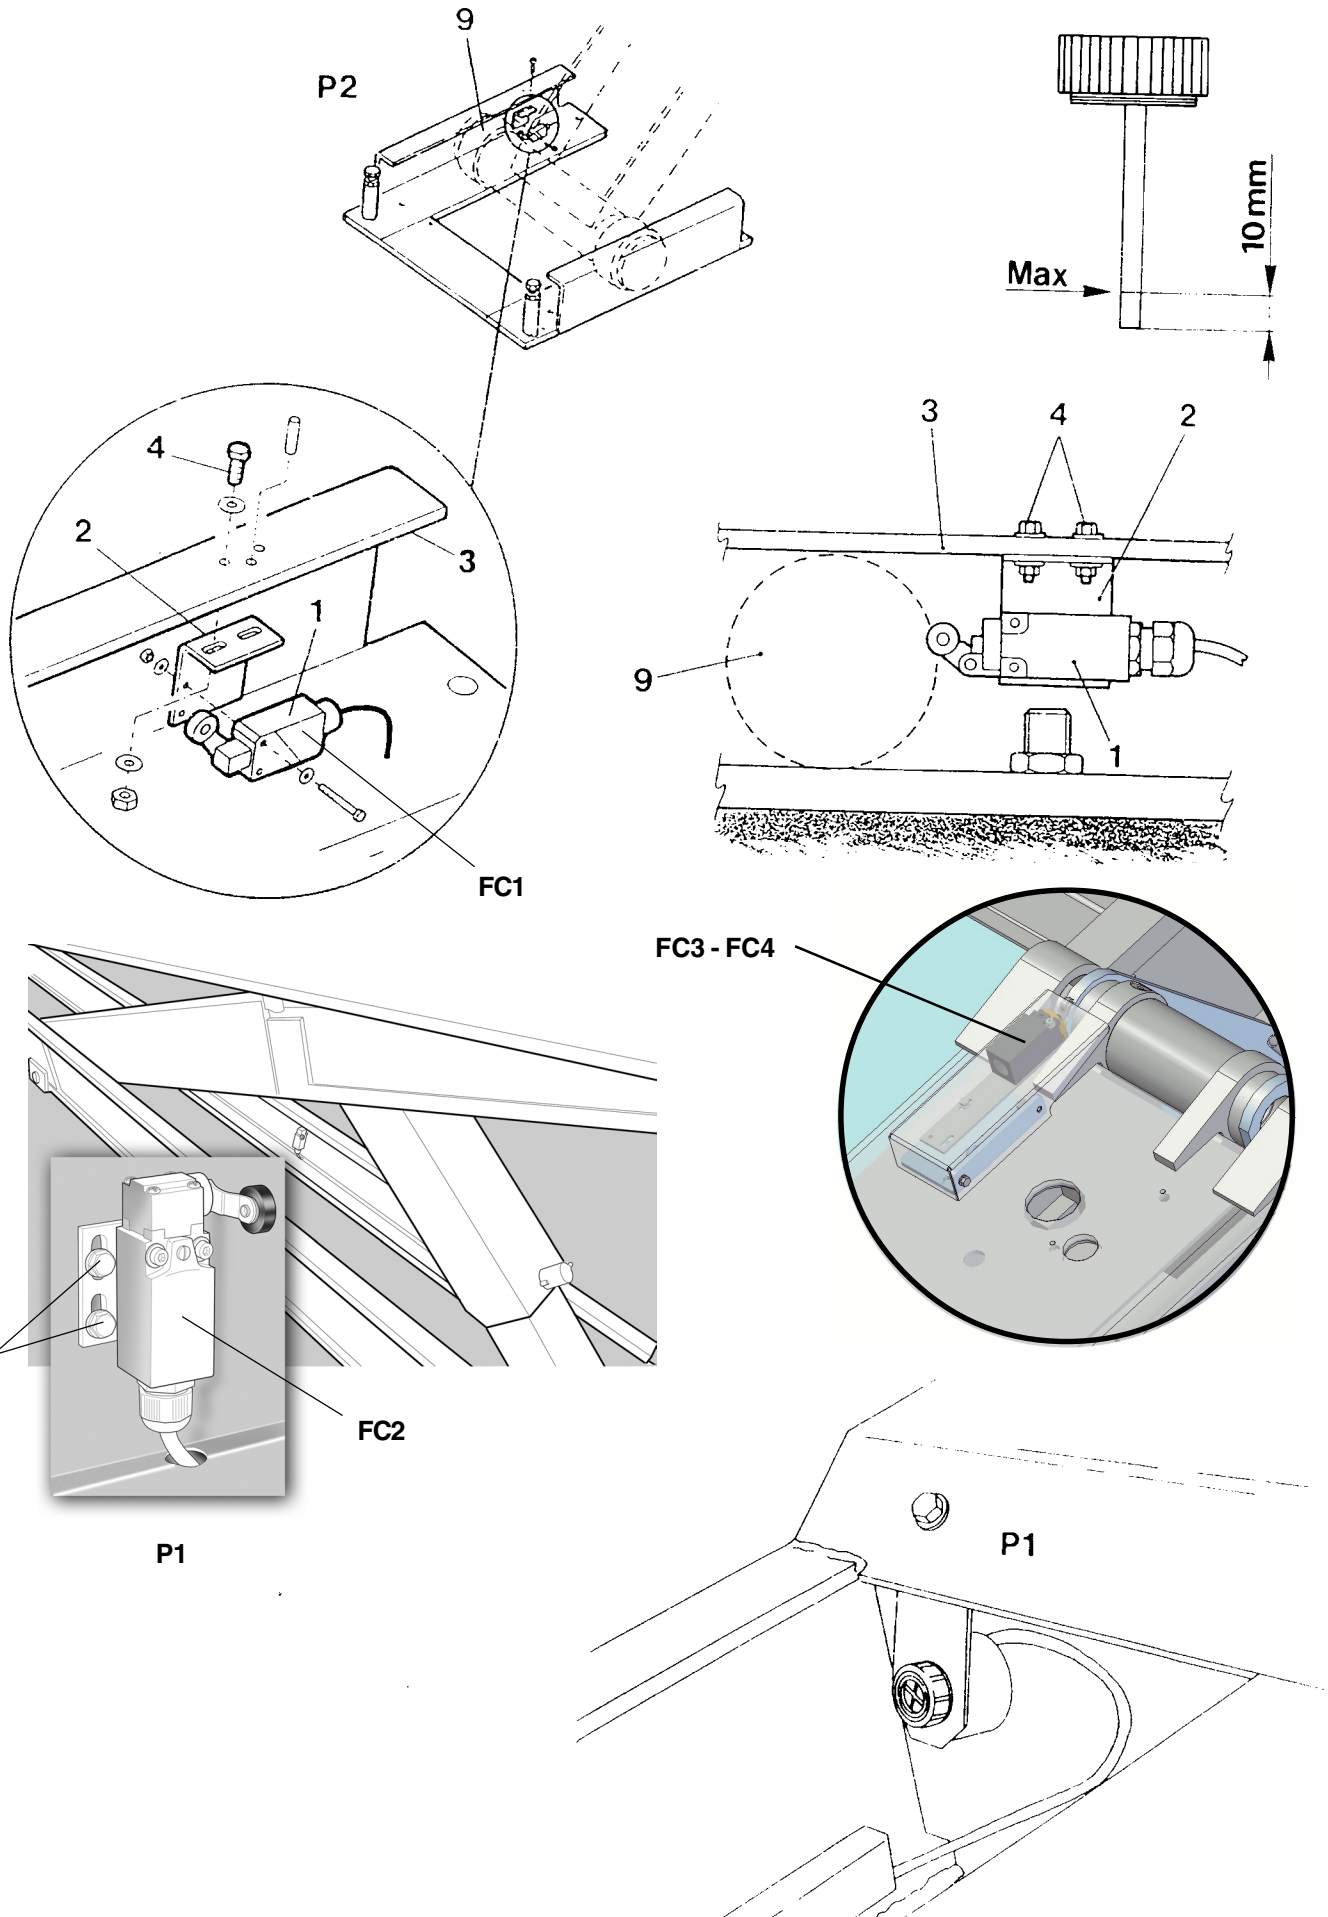

Fig.19/a
Ref. fig. 19
- Fijar el fin de carrera (1) en su soporte (2) y luego el conjunto en la base (3) manteniendo flojos los tornillos de sujeción (4).
- Regular de manera que la palanca del micro apoye completamente contra el rodillo (9) de la biela externa.
- Apretar los tornillos (4) y agujerear usando como plantilla el agujero de la parte angular de la base (3).
- Controlar el nivel de aceite en la centralita: el aceite tiene que estar al máximo con las plataformas en el pavimento (ver fig. 19).